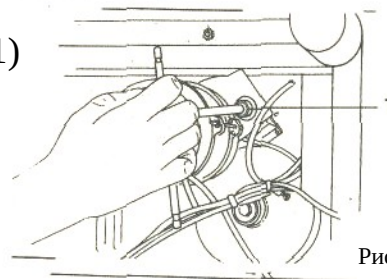

Рис.12
- открутить 2 поддерживающие гайки мотора (1) (рис.12);